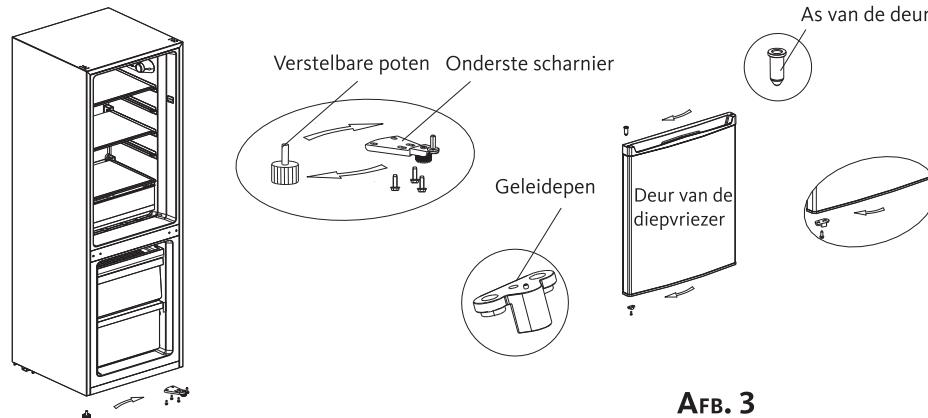

AFB. 2
2. Til de deur van het koelcompartiment voorzichtig op en plaats op een zachte ondergrond om krassen te vermijden. Verwijder de 2 afdekplaatjes. Schroef los en verwijder de middelste scharnier (zie afbeelding 2).